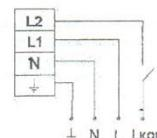

Рис.2
- Если предполагается управлять лампой рабочего освещения, то удалите перемычку L1-L2, и присоедините фазовый провод коммутируемой сети к клемме L2 (см. рис. 2).